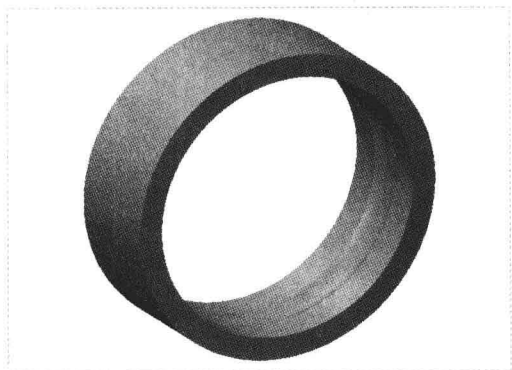

图 17-18 创建旋转特征 1
Step 02 单击“关闭”面板中的“确定”按钮,完成截面绘制并退出草绘环境,返回到“旋转”选项卡,单击“应用并保存在工具中所做的所有更改,然后关闭工具操控板”按钮,完成旋转特征的创建,如图 17-18 所示。